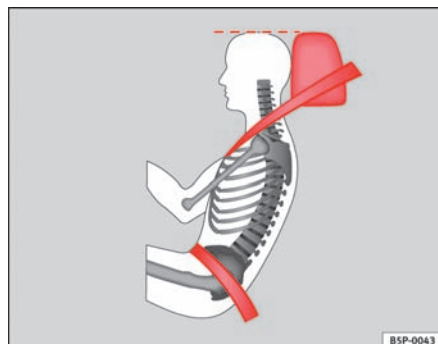

Fig. 13 Korrekt placering af sikkerhedssele og hovedstøtte set fra siden
- Sikkerhedsselens hoftedel skal sidde hen over hofterne og aldrig hen over maven. Sikkerhedsselen skal sidde fladt og tæt ind til hofterne ⇒ side 25, fig. 13. Stram selv selen lidt, hvis det er nødvendigt.